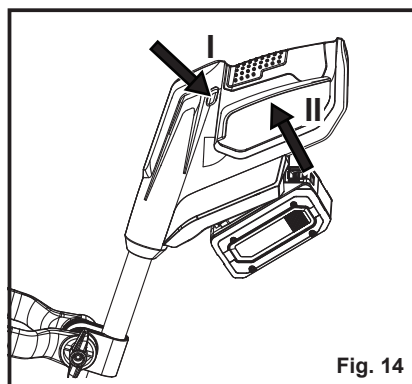

Fig. 14
5. Para arrancar el motocultor, primero pulse el interruptor de bloqueo del mango principal y manténgalo en esa posición. Pulse el interruptor de encendido/apagado para encender el motocultor (Fig. 14). Una vez arrancado, suelte el interruptor de bloqueo.